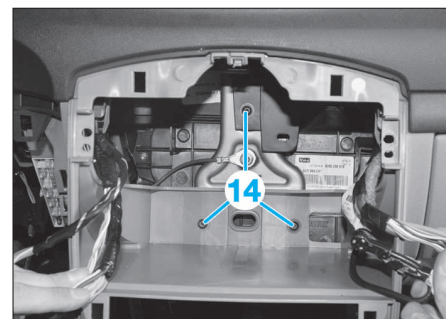

FIG. 50
- Extraire le tableau de commande (13) (selon niveau d'équipement).
- Déposer les vis (14) (Fig.50).